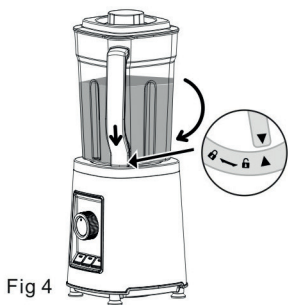

Fig 4
- Anbring blenderkanden (4) på enheden (7) og drej håndtaget til positionen låst hængelås. Fig. 4.